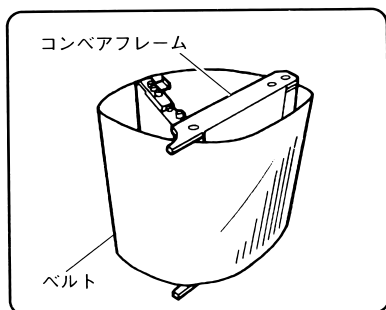

図 35
- 注** ●使用後は、コンベアフレーム(図 35)からベルトを取りはずし、下記の方法でベルトを必ず洗ってください。洗わなかったり、不適切な方法で洗うとベルトにかびが発生したり切れたりする原因になります。
(1) 掃除の方法